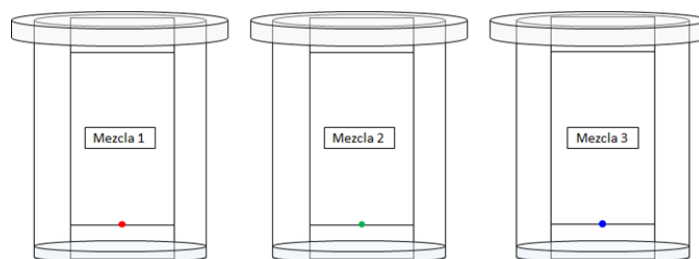

Figura 5.
- Prepare la mezcla de disolventes para color de tinta y realice nuevamente la cromatografía de cada tinta con la mezcla que le corresponde (figura 5).